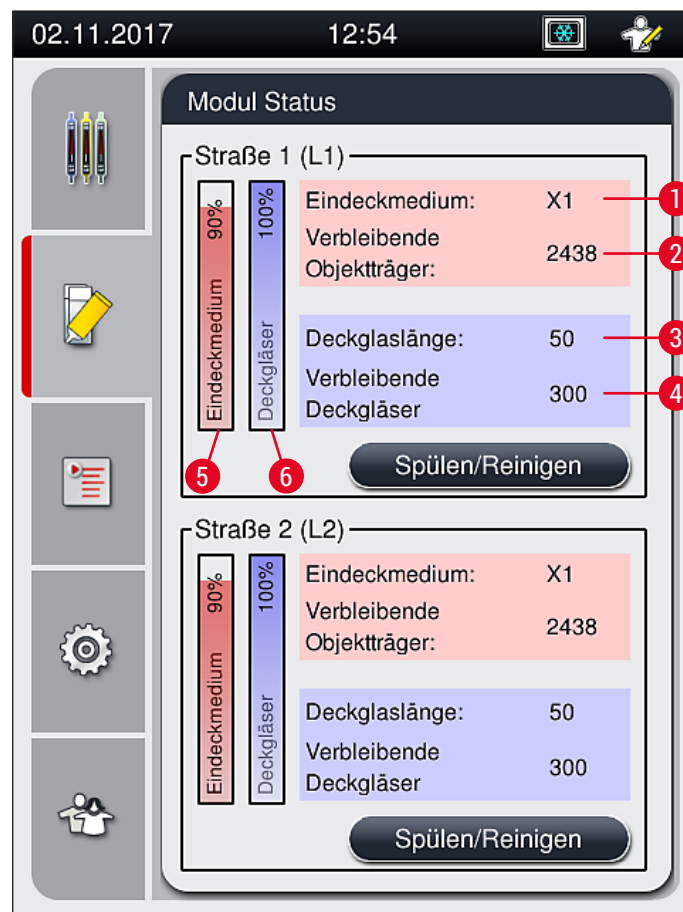

Abb. 22
7. Die eingesetzten Eideckmediumflaschen werden von der Gerätesoftware erkannt und der **Modul Status** (→ Abb. 22) wird aktualisiert.